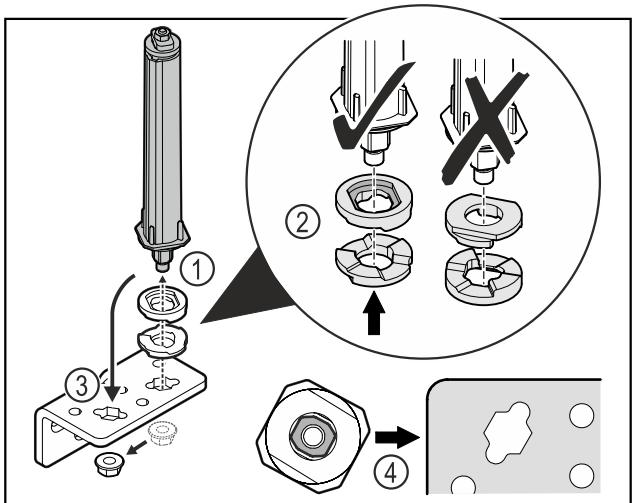

Fig. 42
- Mutter lösen und Türschließsystem entfernen Fig. 42 (1).
- Auf die korrekte Ausrichtung der Höhenverstellscheiben achten Fig. 42 (2).
- Türschließsystem im Scharnierwinkel umsetzen und mit der Mutter fixieren Fig. 42 (3).
- Beim Einsetzen auf die korrekte Ausrichtung des Türschließsystems achten Fig. 42 (4).